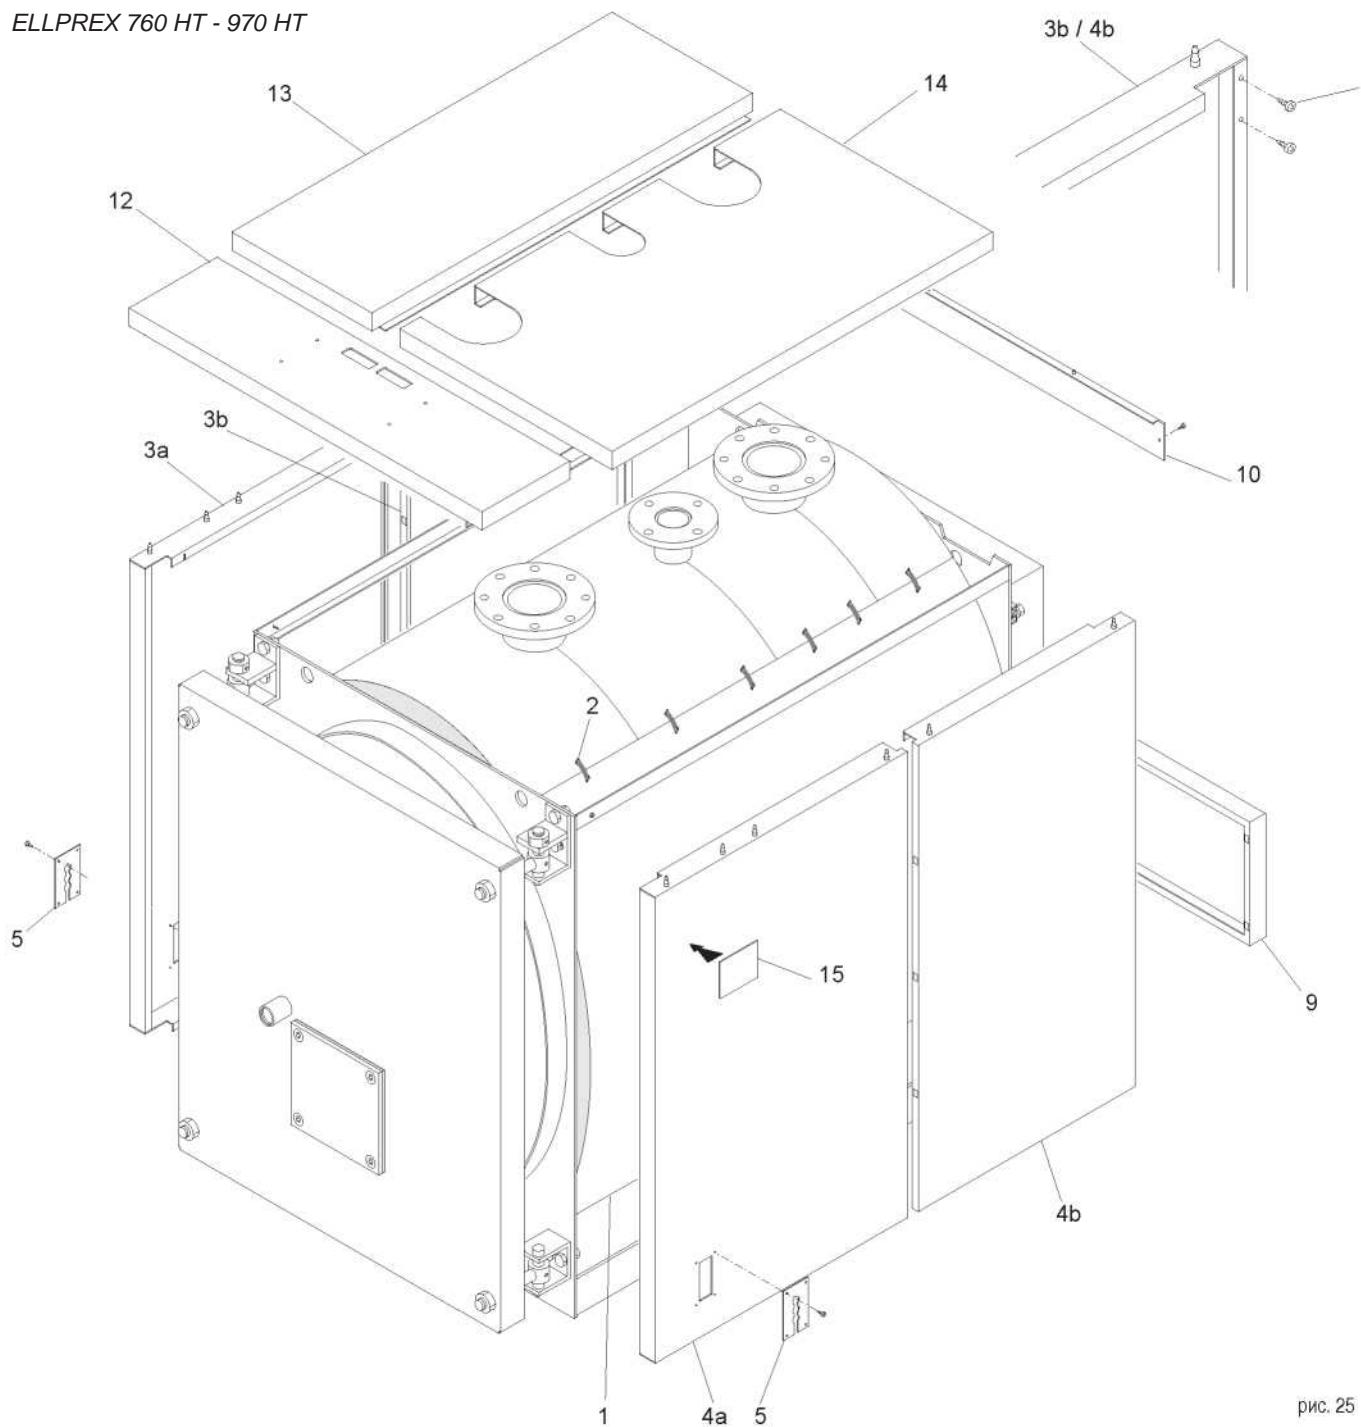

рис. 25
N.B. Для модели **ELL 630 HT** (см. рис. 23) и для моделей от **ELL 760 HT** до **ELL 2200 HT** (см. рис. 25 и 26), обшивка и изоляция находятся в трех упаковках маркированных:
Последовательность монтажа (см. рис. 25)